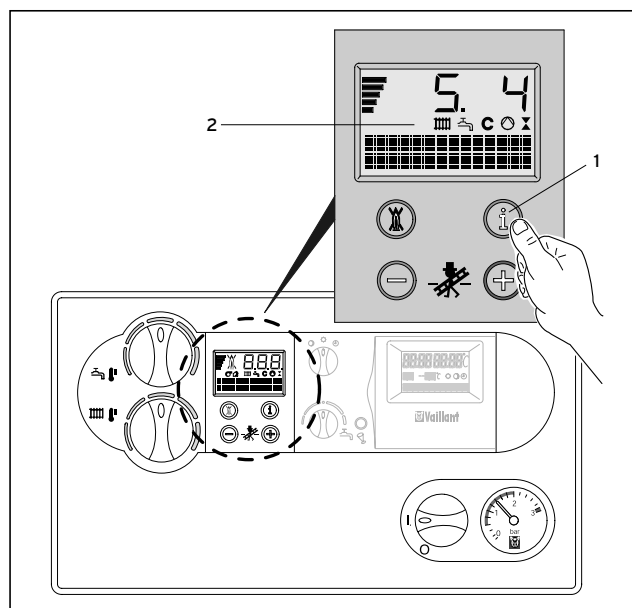

Рис. 3.14 Индикация состояния
3.6 Режим индикации состояния аппарата (рис. 3.14) (для специалистов выполняющих техническое и сервисное обслуживание)
- Режим индикации состояния включается нажатием клавиши "i" (1).
- На дисплее (2) отображается актуальный режим в виде кода состояния, например, "S.4" - работа горелки. Значение наиболее важных кодов состояния приведены ниже, в таблице 3.1.